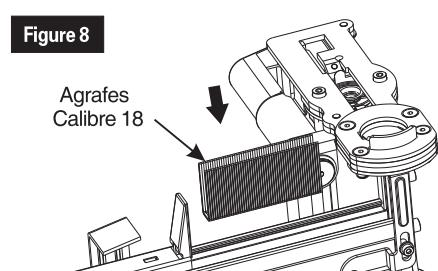

Figure 8
- Insérez une rangée d'attaches dont les tiges chevauchent le rail du magasin. **Clous insérer dans l'outil à partir du bas.** (Voir figure 8.)
- Poussez le Magasin interne(F) vers l'avant jusqu'à ce que le bouton du verrou (E) se soulève.